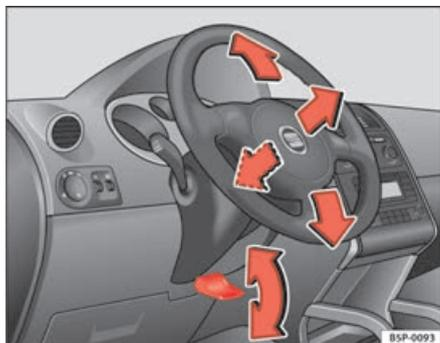

Fig. 134 Réglage de la position du volant de direction
- Basculez le levier ⇒ fig. 134 situé sous la colonne de direction vers le bas ⇒ ⚠.